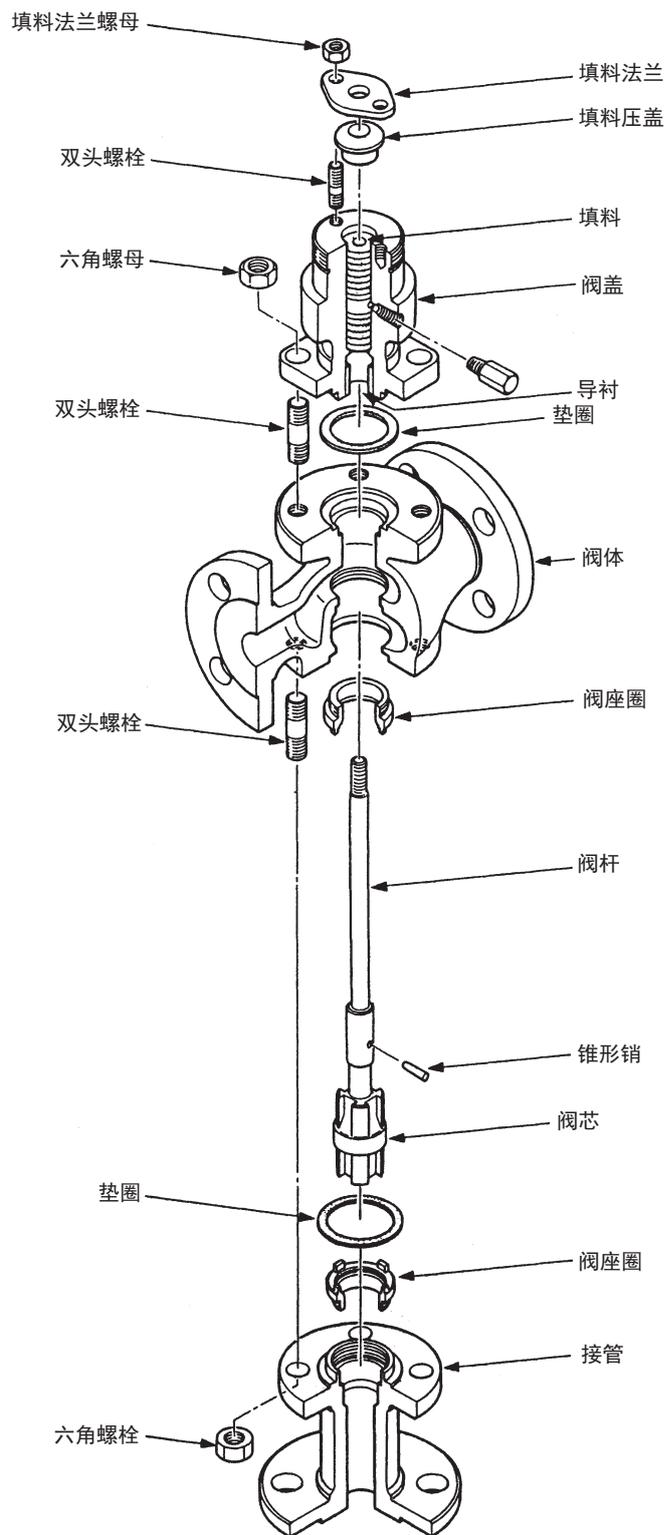

图 4-1 1" AMT 型
若要拆卸或组装阀体,请参阅图 4-1 至 4-4,然后执行以下步骤。
• AMT (合流) 型 (参见图 4-1、4-2、4-3)
- (1) 对膜头施加气压,使阀门开度处于 10%-90% 之间,对于使阀芯保持在不碰触阀座圈的状态。
- (2) 拆下阀杆接头,将执行机构连杆与阀杆分离。
- (3) 从膜头释放气压,然后断开气管。
- (4) 用凿子旋转支架的螺母,将其拆下,然后将执行机构从阀体上拆下(提起)。
- (5) 松开阀体上的下螺母,将接管从阀体上拆下。
- (6) 将阀座导向件从阀体上拆下。但是,对于 1" 的阀门,请根据需要松开并将阀座圈从接管上拆下。
- (7) 松开填料法兰螺母,然后将阀芯从阀体底部拆下。
- (8) 拆下阀盖装配螺母,然后拉出阀盖。
- (9) 若要拆下阀座圈,请使用“专用特殊工具 * 安装拆卸阀座圈”。
• AMT (合流) 型 (参见图 4-1, 4-2, 4-3)